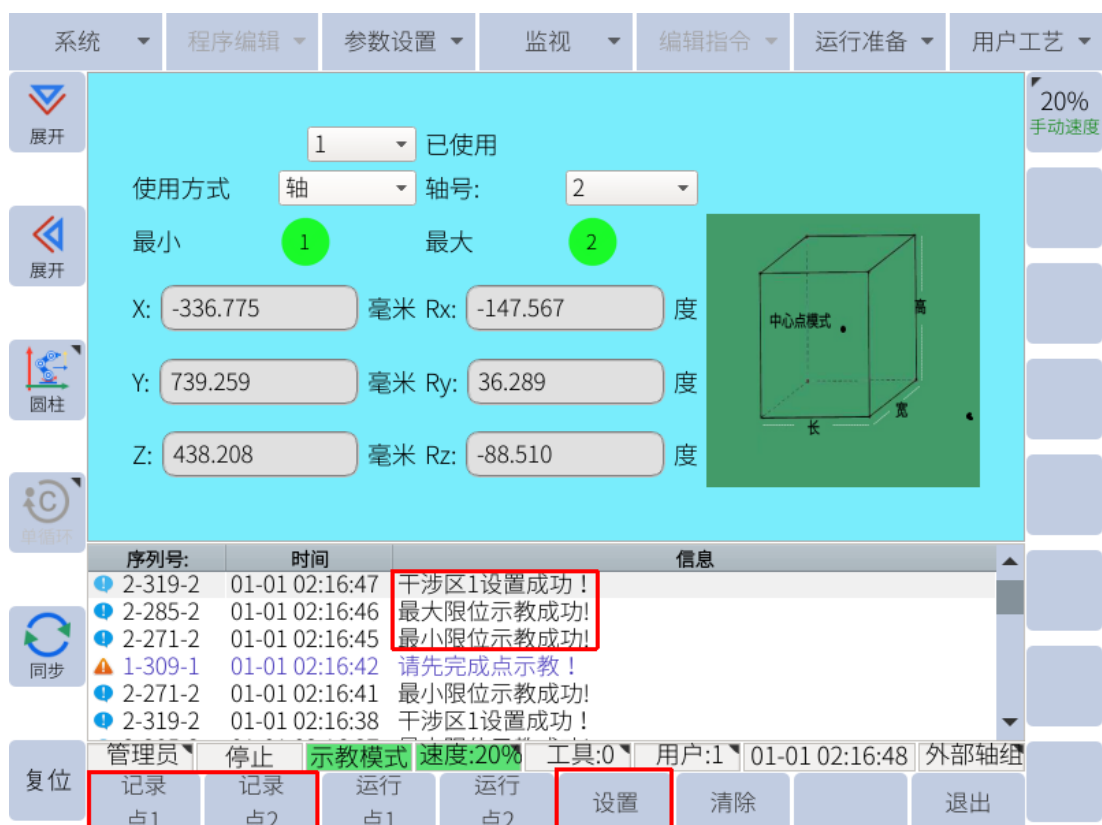

图 6-53：轴干涉区
5. 点击子菜单栏的“设置”，干涉区即设置成功，如图 6-53 所示。